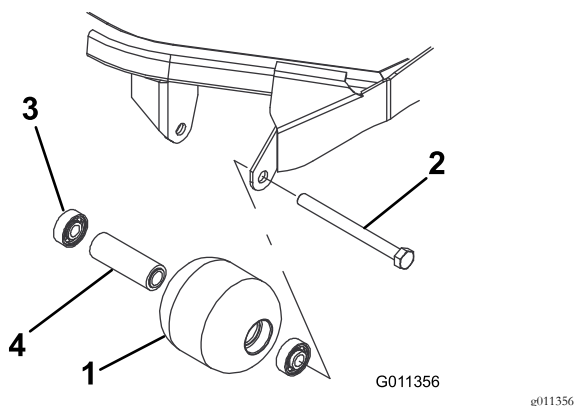

Figure 68
1. Retirez le boulon de fixation du galet (Figure 68).
4. Vérifiez l'état du logement des galets, des roulements et de la douille d'écartement de roulements (Figure 68)
1. Enfoncez le premier roulement dans le logement à la presse (Figure 68). Exercez la pression uniquement sur la bague extérieure ou uniformément sur les bagues intérieure et extérieure.
2. Insérez l'entretoise (Figure 68).
3. Enfoncez le second roulement dans le logement (Figure 68) en exerçant une pression uniforme sur les bagues intérieure et extérieure jusqu'à ce que la bague intérieure rencontre la douille d'écartement.